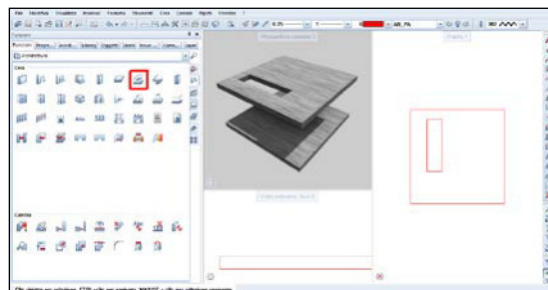

Fig. 41
- N.B. I primi due punti che ricalco indicano il senso di salita della scala (Fig. 41).